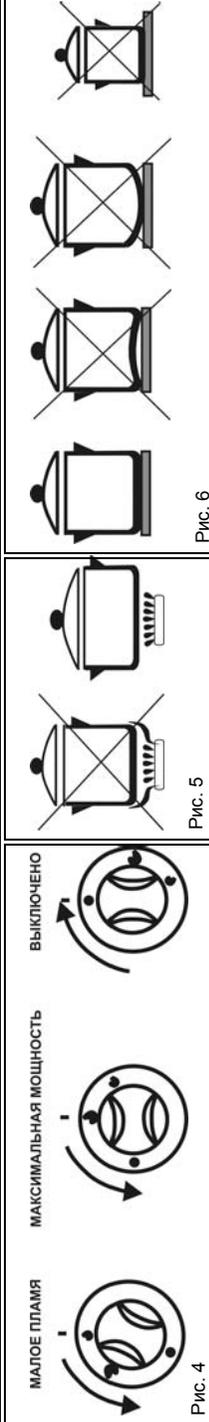

Рис. 4
- Потребляемую мощность (размер пламени) горелки можно регулировать поворотом ручки крана в пределах положений "МАКСИМАЛЬНАЯ МОЩНОСТЬ" и "МАЛОЕ ПЛАМЯ" (рис. 4).
- Ручки кранов поворачиваются при слабом нажатии в сторону панели. Поворотом ручки крана влево устанавливаем кран в положение "МАКСИМАЛЬНАЯ МОЩНОСТЬ", далее, поворотом ручки влево, до крайнего положения - "МАЛОЕ ПЛАМЯ", и обратно, вправо (также до крайнего положения), в положение "ВЫКЛЮЧЕНО" (рис. 4).
Легко нажмите на ручку крана горелки, поверните её влево в положение "МАКСИМАЛЬНАЯ МОЩНОСТЬ" (рис. 4) и зажгите газ спичкой или зажигалкой.
- Легко нажмите на ручку крана горелки и поверните её влево в положение "МАКСИМАЛЬНАЯ МОЩНОСТЬ" (рис. 4).
При гашении пламени горелок нужно повернуть соответствующую ручку крана в положение "ВЫКЛЮЧЕНО" (рис. 4). Проконтролируйте - погасло ли пламя горелки.